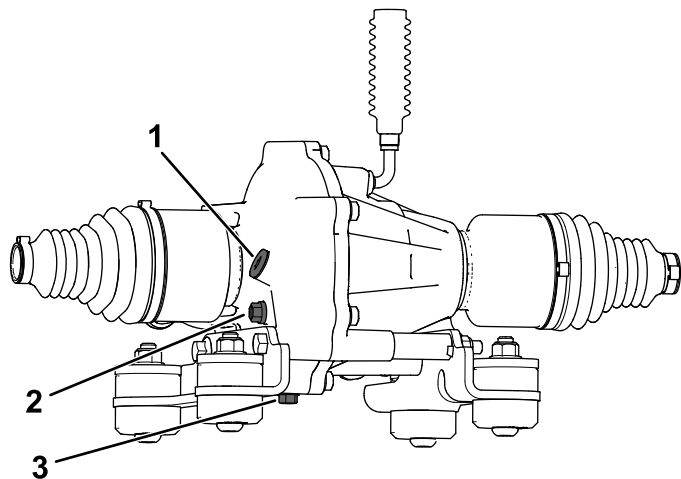

Figura 118
4. Retire el tapón de verificación del diferencial delantero (Figura 118).
5. Si el nivel de aceite es bajo, puede añadir aceite del tipo especificado a través del orificio del tapón de verificación (Figura 118).
4. Coloque un recipiente debajo del tapón de vaciado (Figura 118).
5. Retire el tapón de llenado (Figura 118).
6. Retire el tapón de vaciado y deje que el fluido se drene completamente (Figura 118).